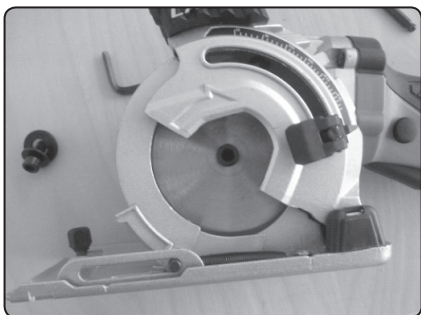

Abb. 11B
3. Entfernen Sie die Spanschraube mit Unterlegscheibe (Abb. 11B).